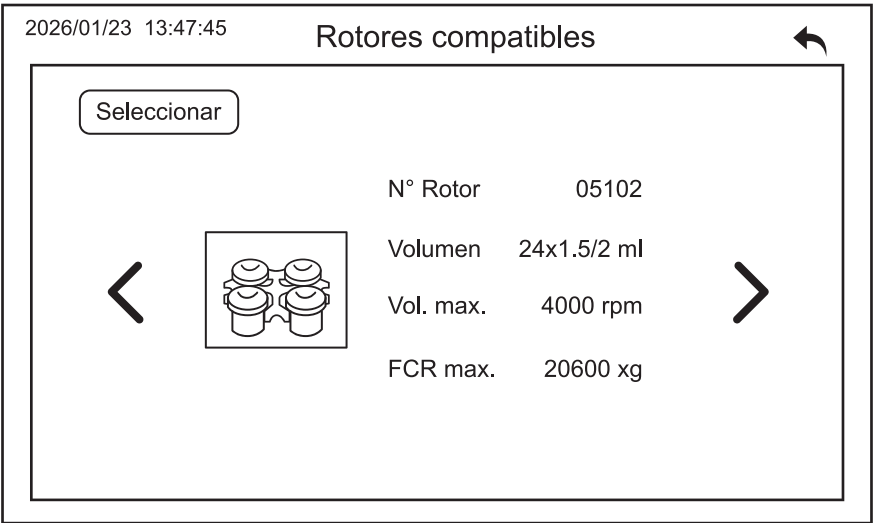

Figura 18.
- b) Pulse los botones < > en la pantalla (Figura 18) para seleccionar el número de rotor deseado y, a continuación.